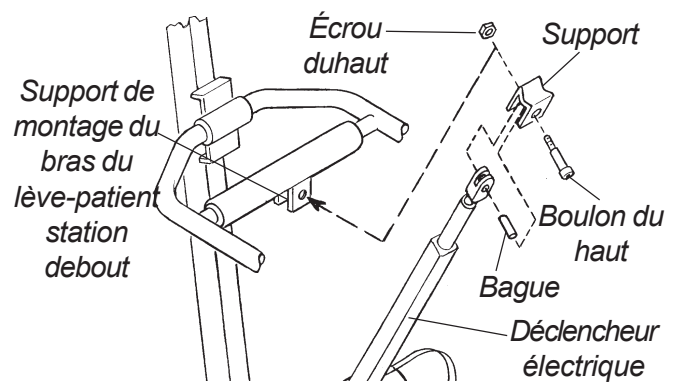

FIGURE 2 - FIXER LE DÉCLENCHEUR ÉLECTRIQUE SUR LE MÂT
FIXER LE DÉCLENCHEUR ÉLECTRIQUE SUR LE MÂT (FIGURE 2)
2. Placer le déclencheur électrique dans le support de montage du bras du lève-patient station debout tel qu'illustré à la **FIGURE 2**.